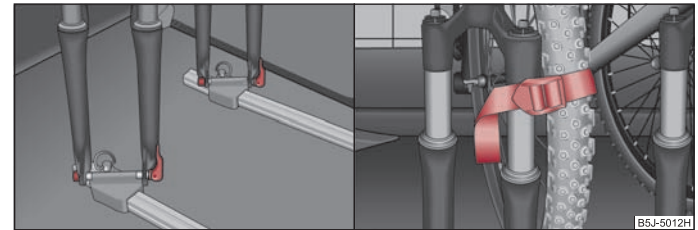

Abb. 69 Fahrrad einsetzen / Befestigung des Vorderrads
- Die Fahrradgabel auf die Befestigungsachse aufsetzen und mit dem Schnellspanner festziehen ⇒ Abb. 69.
- Schieben Sie das herausgenommene Vorderrad am besten zwischen die Kurbel des linken Pedals und den Fahrradrahmen; befestigen Sie es mit einem Gurt an der Vordergabel ⇒ Abb. 69, bzw. an einem Befestigungspunkt.